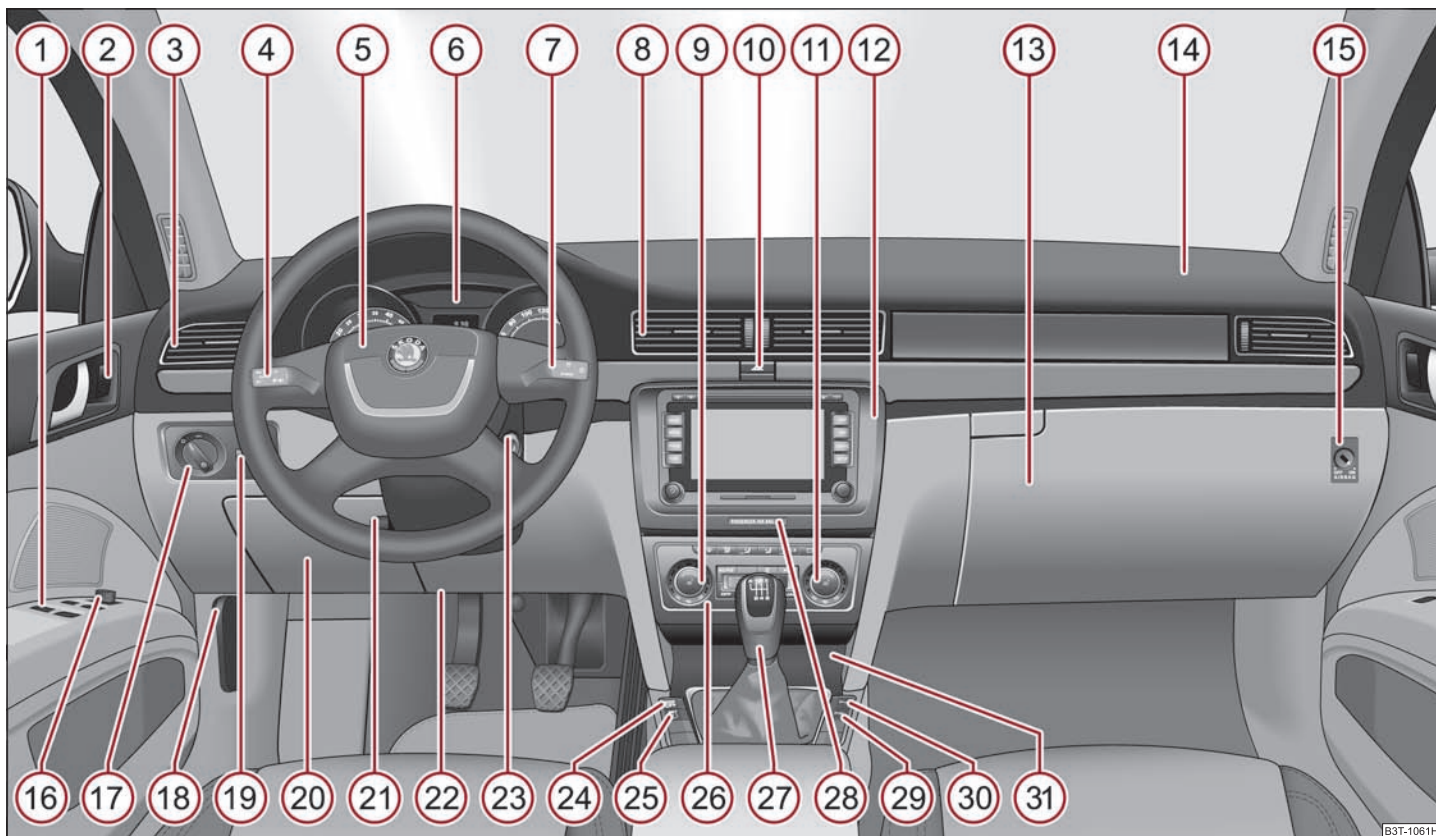

Fig. 1 Unele echipamente prezentate în imagine aparțin numai anumitor modele de autovehicule sau sunt echipamente suplimentare.
- La autovehiculele cu volanul pe dreapta ordinea aranjării elementelor de comandă diferă parțial față de ordinea prezentată în pagina 8, fig. 1. Simbolurile sunt totuși aceleași. ■